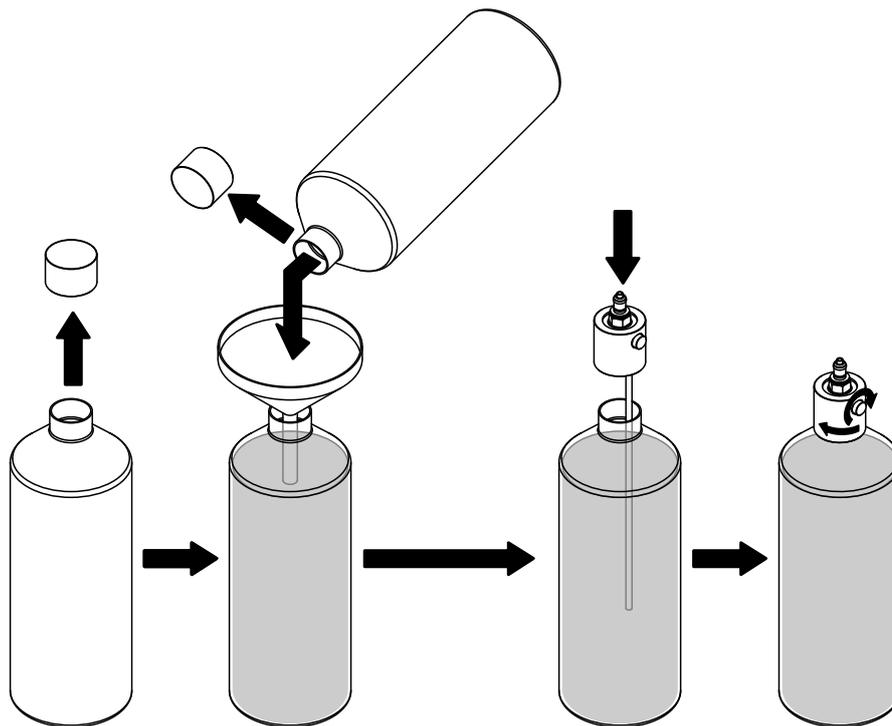

Abb. 21: Desinfektionsmittel in die transparente Flasche füllen und Spezialdeckel aufschrauben
- a. Entfernen Sie den Deckel von der Flasche mit Desinfektionsmittel (von Condair geliefert). Füllen Sie mit Hilfe des Trichters das Desinfektionsmittel vorsichtig in die mitgelieferte transparente Flasche. Schrauben Sie den Spezialdeckel mit dem Schnellverschluss auf (siehe Abb. 21). Stellen Sie sicher, dass der Deckel fest und nicht verkantet auf der Flasche sitzt und die silberne Rändelschraube auf der Seite des Spezialdeckels angezogen ist.